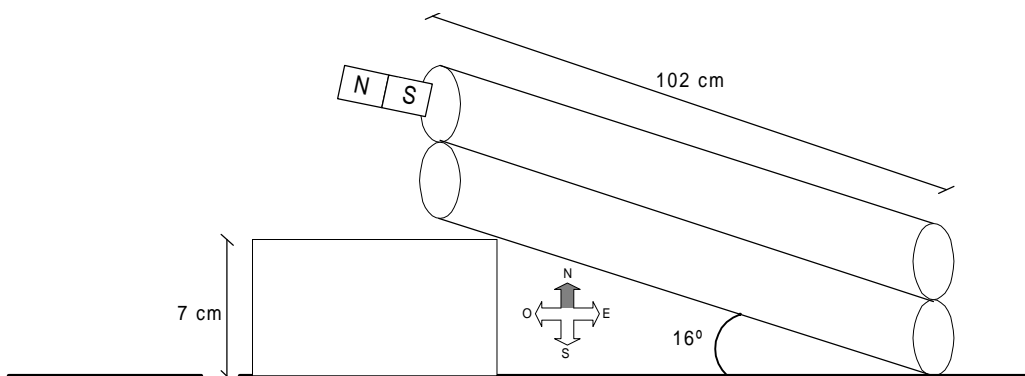

Figura 1
a) Deslizar, como se muestra en la figura 1, el imán a lo largo de un tubo inclinado de plástico, tome el tiempo de su desplazamiento, coloque una brújula debajo del tubo inclinado y observe el efecto que produce el imán sobre las mismas al arrojar el imán con distintas polaridades. Repita el experimento utilizando un tubo de cobre y observe las diferencias.